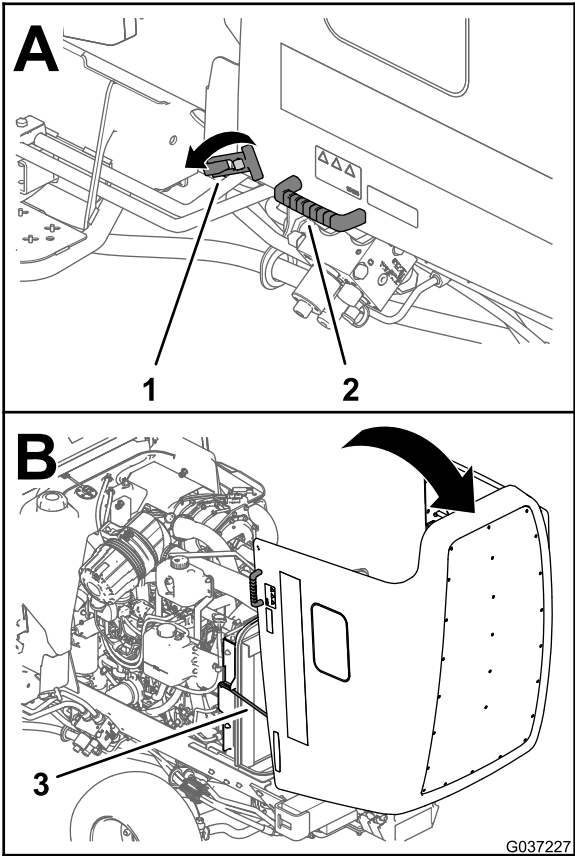

Figura 43
3. Usando los tiradores situados junto a los cierres, levante el capó y muévelo hacia atrás hasta que las 2 varillas queden enganchadas en los soportes (Figura 43).